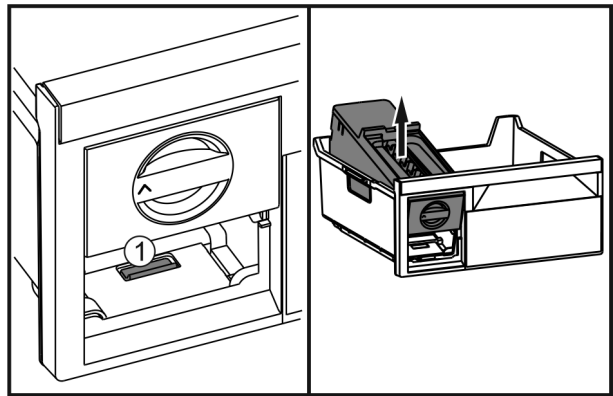

Fig. 38
- ▶ Presionar la lengüeta Fig. 38 (1), levantar el EasyTwist-Ice por detrás y extraerlo del cajón para congelados.